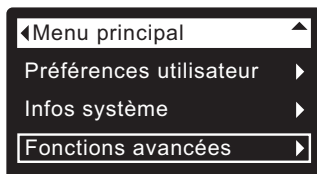

FIG. 73
1. À partir d'un écran d'état dynamique, appuyez sur le sélecteur (O) pour afficher le **Menu principal**.
2. Appuyez sur le bouton BAS (▼) pour faire défiler les options du menu et mettre en encadré **Fonctions avancées** (cf. Figure 73).